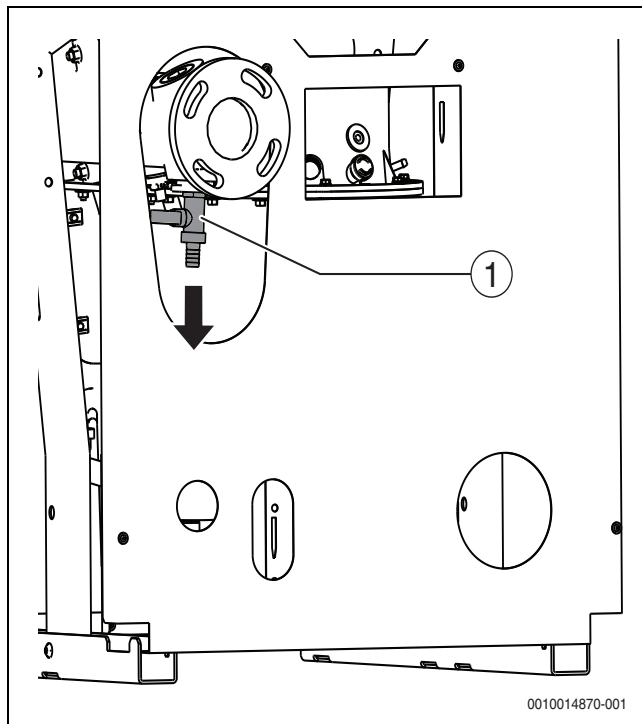

Fig. 16 Desmontagem da torneira de drenagem (representado: caldeira com ligação do flange, versão à direita)
- ▶ Remover a torneira de drenagem no retorno (→ fig. 16)